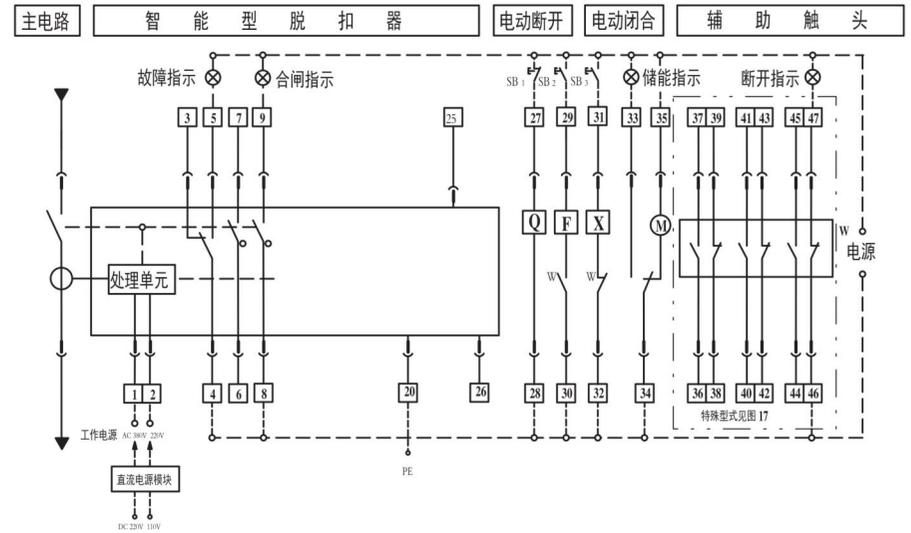
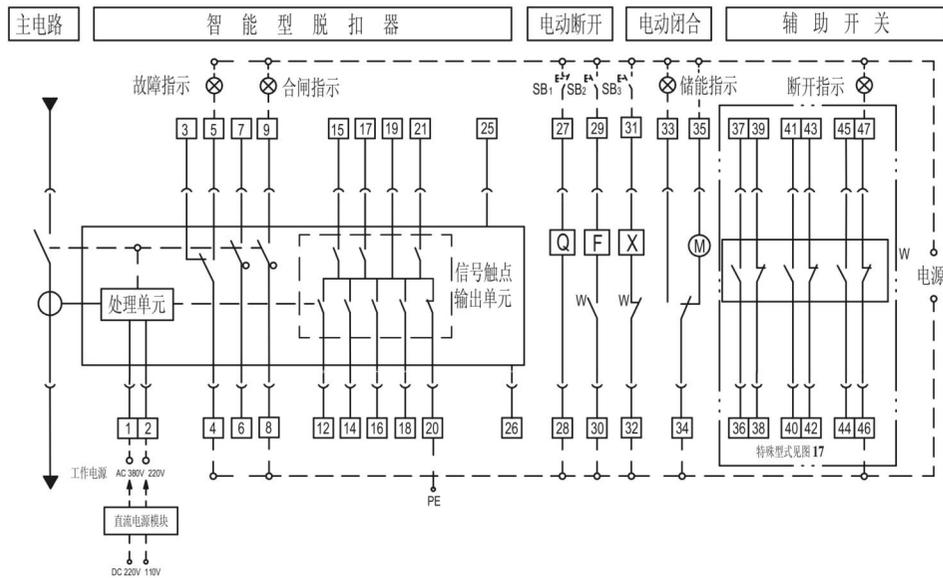
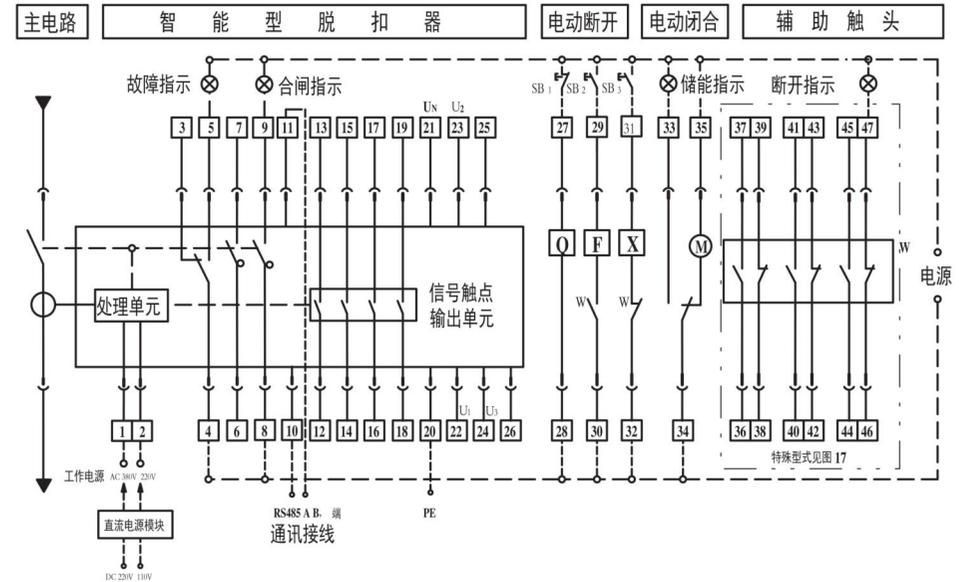

图 13 L、M 型智能控制器
图14 L、M型智能控制器+附加功能
图15 2M、3M、H、3H型智能控制器
断路器的控制回路接线图见图 13、14、15
7.5 断路器安装完毕按接线图13/图14/图15接线，在主电路通电前（抽屉式断路器即抽屉座上的指针指在试验位置）进行下列操作试验。